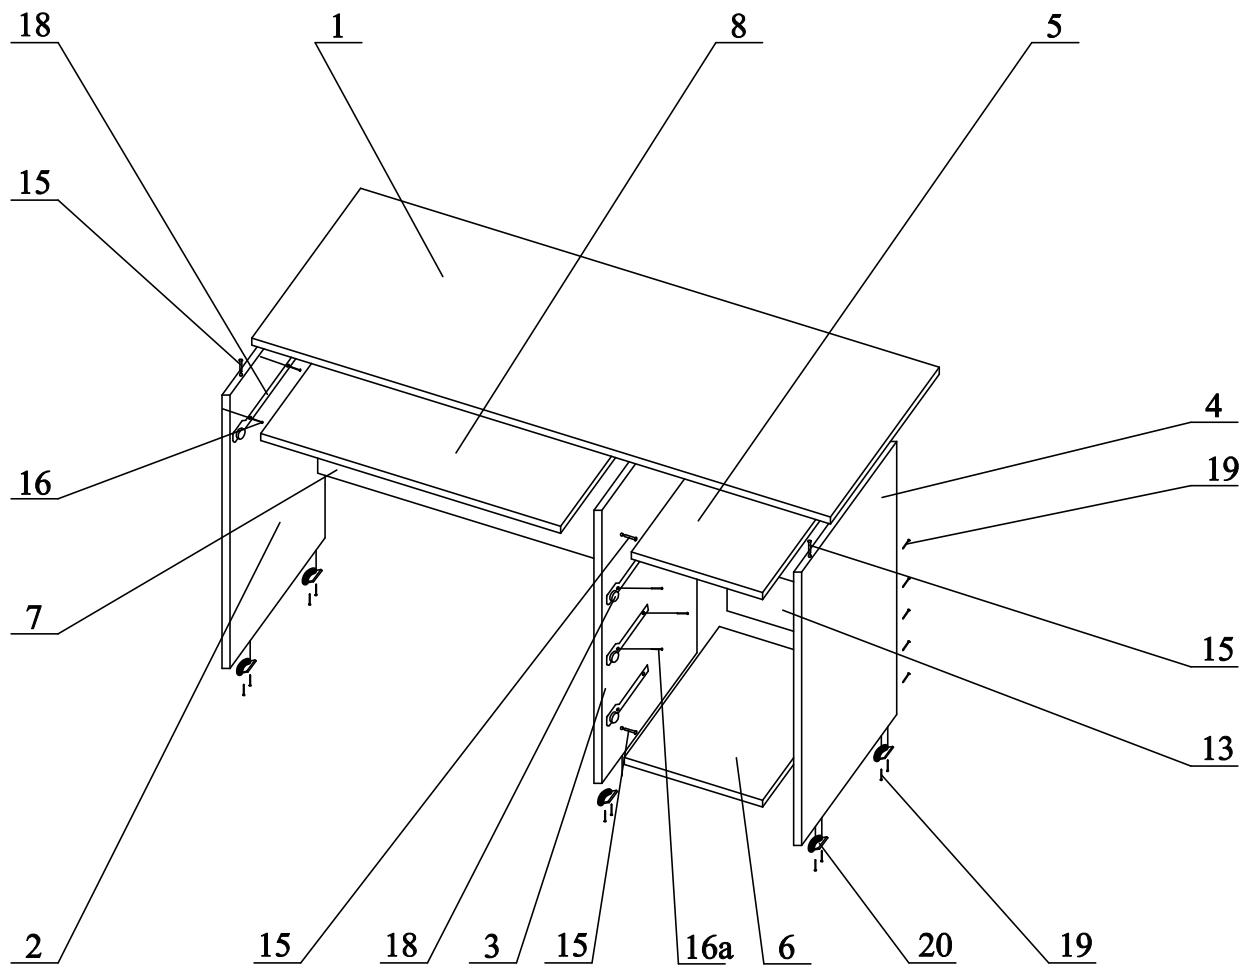

Рис. 1 Схема сборки стола
- прикрутить направляющие (18) саморезами (16) (рис.1 и рис.4);
- прибить подпятники (20) гвоздями (19);
2. В столешницу (1) и боковины (2,3,4) вкрутить штоки эксцентриков (15);
3. Соединить боковины (3,4) с верхом (5) и дном (6) эксцентриками (15);
4. Соединить боковины (2,3) с царгой стола (7) эксцентриками (15);
5. К полученной конструкции присоединить столешницу (1) с помощью эксцентриков (15);
6. Приколотить заднюю стенку ДВПО (13) гвоздями (20), **предварительно проверив равенство диагоналей каркаса при помощи шнура или рулетки;**